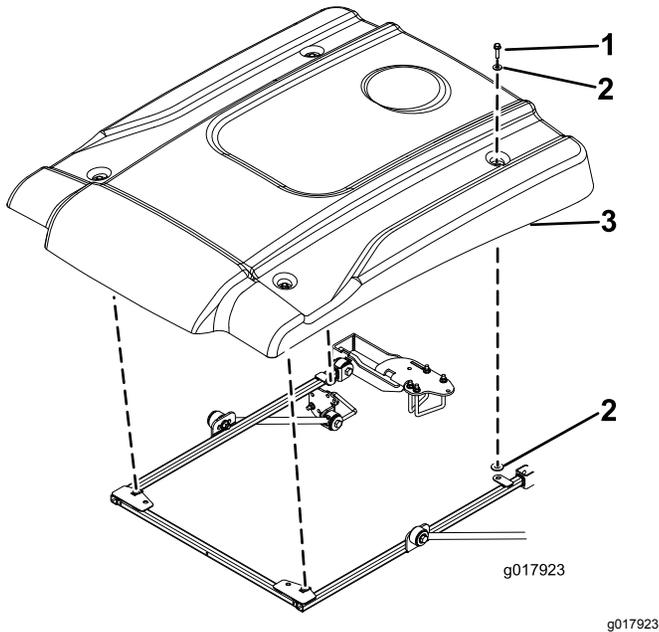

Bild 4
- Positionieren Sie das Sonnendach beim Ausfluchten der Befestigungslöcher am Rahmen wie in **Bild 4** abgebildet.
- Befestigen Sie jede Ecke des Sonnendachs lose mit einer Bundkopfschraube (5/16" x 1/4") und zwei kleinen Scheiben am Rahmen (**Bild 4**).